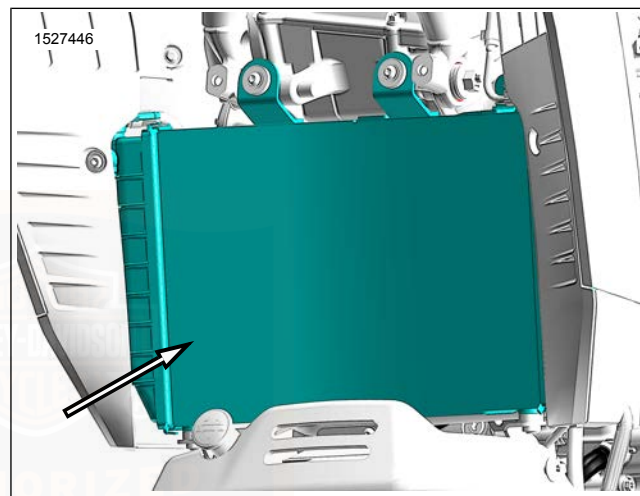

Abbildung 64. Kühlerlamellen
1. Siehe Abbildung 64. Ablagerungen von den Kühlerlamellen entfernen.